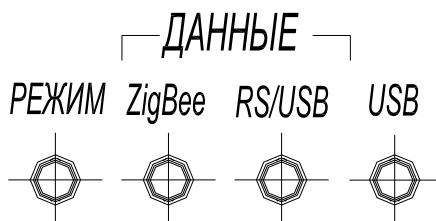

Рисунок 4.2
4.1.3 На передней панели модема расположены четыре светодиодных индикатора (рисунок 4.2). Функциональное назначение индикаторов приведено в таблице 2.2.